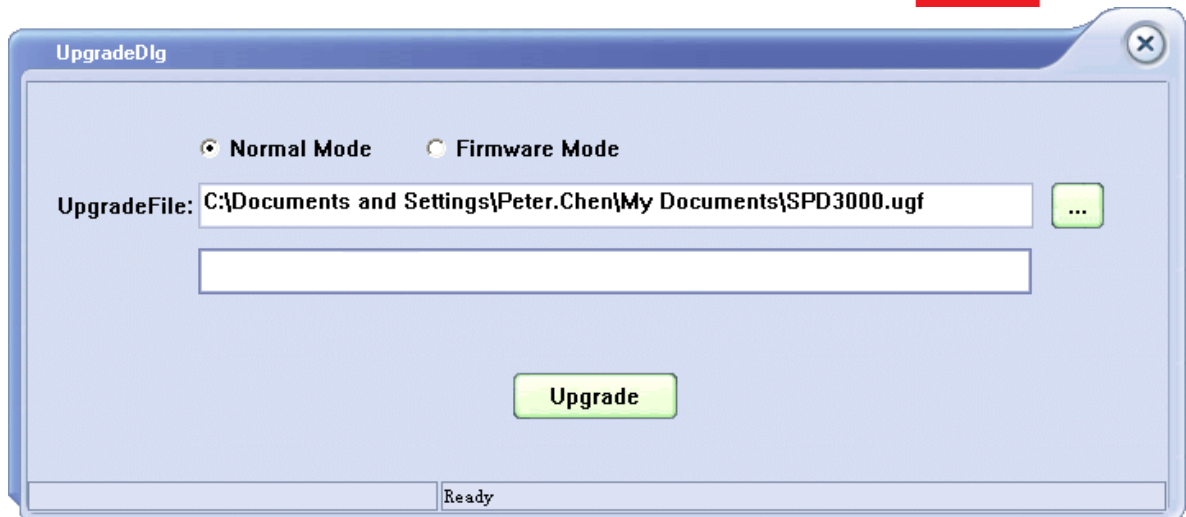

Abb. 4
4. Wie in Abb. 4 gezeigt, klicken Sie auf Upgrade, um mit der Aktualisierung zu beginnen. Die Aktualisierung ist abgeschlossen, wenn der Fortschrittsbalken voll ist und das Gerät die Version nach dem Upgrade ausführt.